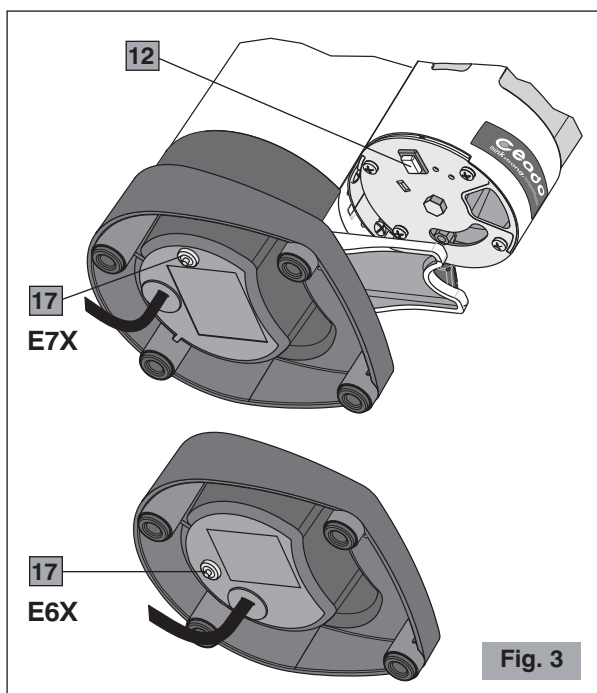
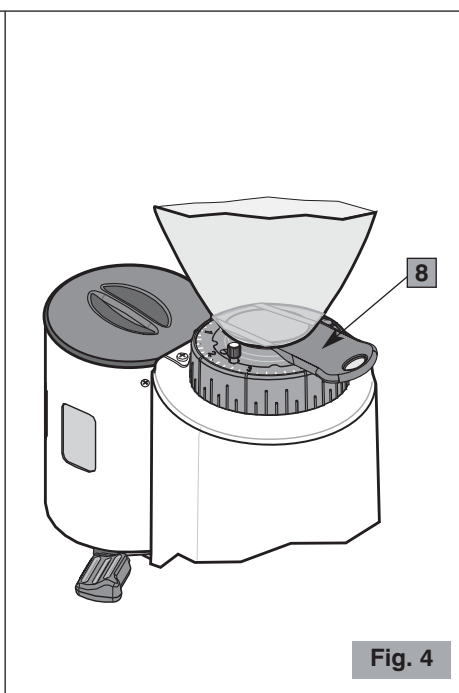

Fig. 3
Fig. 4
Componentes principales (Fig. 1, Fig. 2, Fig. 3, Fig. 4)
6. Controlar que el contenedor de los granos de café (tolva) esté correctamente colocado y tenga el obturador abierto (8 Fig. 4).
- 3 Pulsar el botón de puesta en marcha (12 Fig. 3). El aparato comenzará a funcionar moliendo una cantidad de granos que llene el dosificador hasta su nivel máximo con una capacidad de unos 300 g (200 g para el modelo E6X) de polvo de café, que una vez completado un dispositivo interruptor detiene el motor. Se puede moler automáticamente más café después que se hayan extraído seis dosis de café molido.
- 3 Ajustar el tiempo de funcionamiento deseado (5-60 segundos) por medio de la perilla (16 Fig. 2) y pulsar el botón de puesta en marcha (12 Fig. 3). El aparato comenzará a funcionar y se detendrá automáticamente una vez finalizado el tiempo programado.
¡NOTA! Se aconseja moler pequeñas cantidades de café dejando vaciar las muelas cada vez que se lleva a cabo la operación, abriendo y cerrado el obturador (8 Fig. 4).